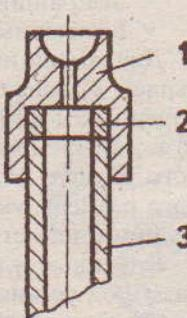

Рис. 2.26. Способ увеличения длины штанги: 1 - на конечник; 2 - вставка; 3 - штанга
- увеличить длину штанг толкателей на 4 мм (см. рис. 2.26) или установить удлиненные регулировочные винты коромысел;